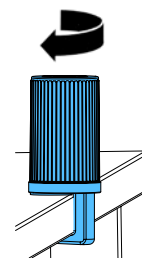

Fig. 4
- ⇒ Mediante il morsetto universale fissare la base sul retro o di lato al piano del tavolo (Fig. 4).